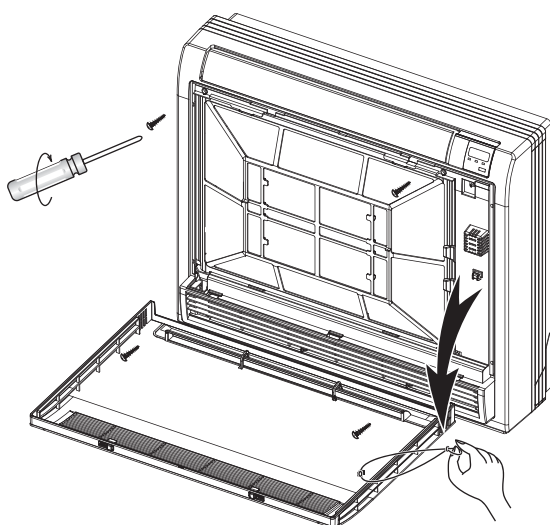

Fig. 7-2
- Sacar la cuerda (ver Fig.7-2)
- Sacar los 4 tornillos (ver Fig.7-2)